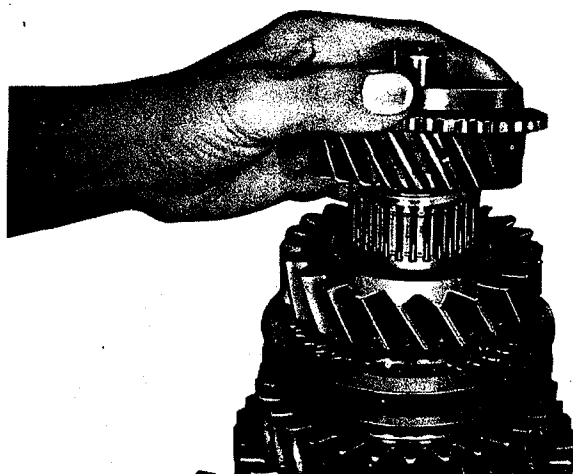

Fig. 36
17. Faire glisser sur l'arbre principal la cage à aiguilles (410) et l'engrenage de la 4e vitesse (409), la denture d'accouplement étant orientée vers le haut (fig. 36).